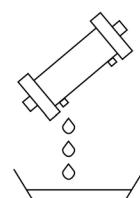

図1. 充填液の廃棄
- 2) 本製品の中空糸外側の充填液を廃棄する（図1参照）。